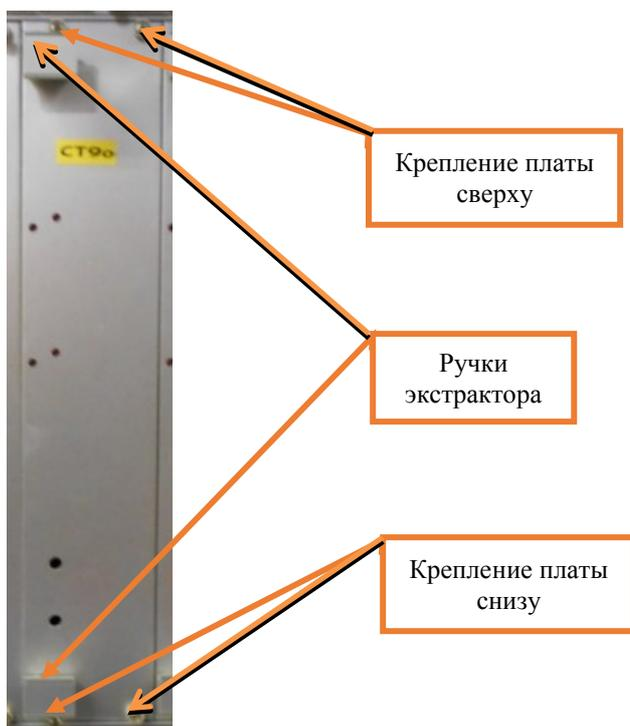

Рисунок 11. Крепление платы СТ-1.
7.5.4 Отвернуть с помощью крестовой отвертки невыпадающие винты крепления в верхней и нижней части лицевой панели платы СТ-1 (рисунок 11).
7.5.5 Нажать на ручки экстрактора и извлечь заменяемую плату СТ-1 из каркаса (Рисунок 11).